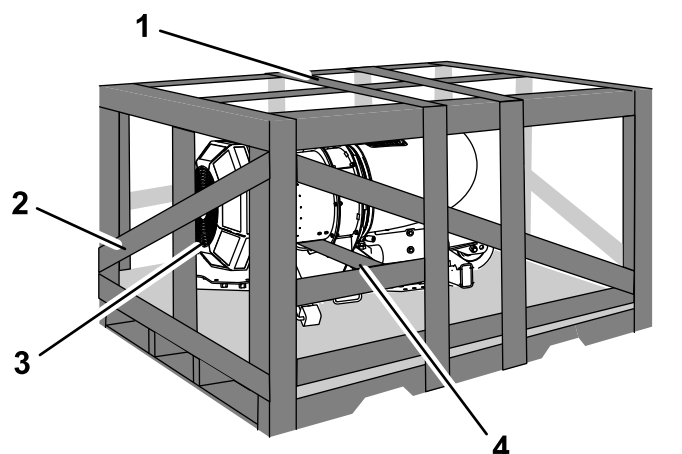

図 3
1. 木箱の上部を取り外す 図 3。
2. 木箱の端面ブロアの上側側の面を取り外す 図 3。
3. ブロアハウジングの下についているボードを取り外す 図 3。